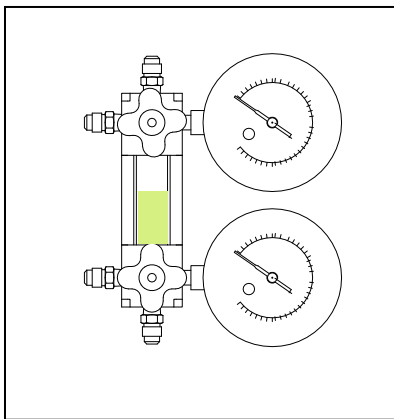

Figura 3
2. Colocar el grupo manométrico en posición vertical (con el manómetro Rojo abajo) (Figura 3)